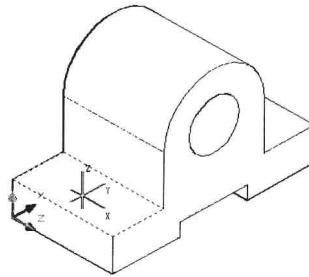

图 8-4-3
(4) 单击状态栏中的“DUCS”按钮和“正交”按钮，启动动态 UCS 功能和正交模式后，所选按钮会呈彩色显示。
(5) 在“绘图”面板中单击“多段线”按钮 MP ，将光标移至实体左侧面上，当这个面的边线呈虚线显示时，说明动态坐标系统的 XY 平面自动与这个面临时对齐，这时就可以在这个临时 XY 平面上创建对象了，如图 8-4-3 所示。